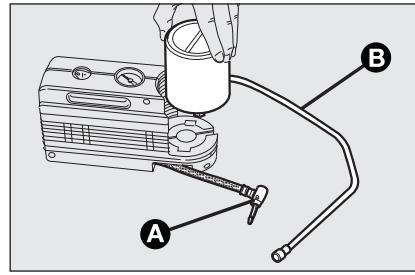

fig. 18
- disinserire l'innesto **A**-fig. 18;